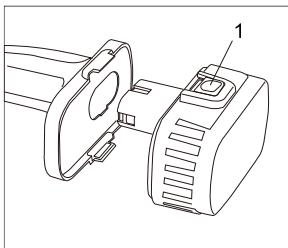

Рис. 1
Для отсоединения аккумулятора от корпуса шуруповерта, нажмите на кнопки фиксации (1), расположенные на аккумуляторе, а затем извлеките аккумулятор (Рис. 1). Для подсоединения нового аккумулятора к корпусу шуруповерта, достаточно просто вставить аккумулятор в инструмент. В случае корректной установки аккумулятора кнопки фиксации автоматически защелкнутся, издав при этом характерный "щелчок".